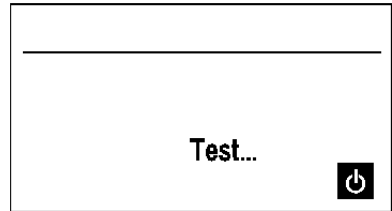

Bild 5.1.3: Laufende Prüfung
- ▶ Drücken Sie kurz die Taste "Start / On" (22), die Prüfung wird gestartet. Während der laufenden Prüfung wird 'Test...' (11) angezeigt, siehe Bild 5.1.3.